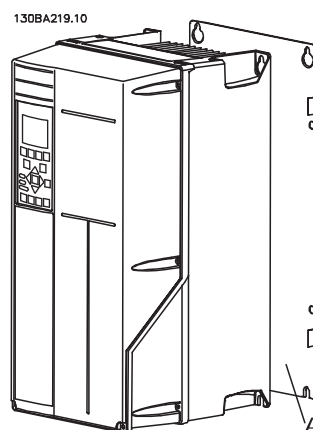
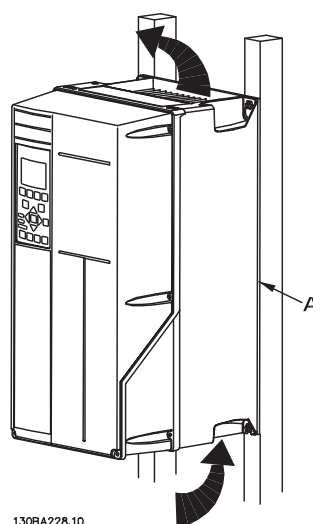

Abbildung 3.2 Korrekte Montage mit Rückwand
Abbildung 3.3 Korrekte Montage mit Schienen
- Befestigen Sie den Frequenzumrichter auf einer ebenen, stabilen Oberfläche oder an der optionalen Rückwand, um die Luftzirkulation zur Kühlung zu gewährleisten (siehe *Abbildung 3.2* und *Abbildung 3.3*).